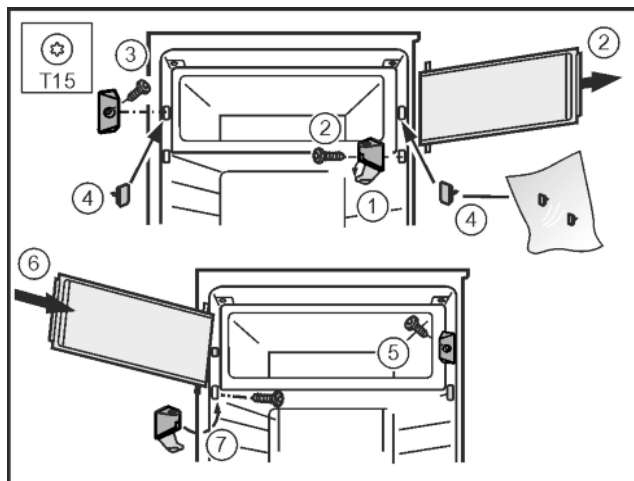

Fig. 14
- ▶ Rabatați în lateral capacul de la suportul de lagăr. Fig. 14 (1)
- ▶ Demontarea ușii compartimentului de congelare: Deșurubați suportul de lagăr cu șurubelnița T15. Fig. 14 (2)
- ▶ Deșurubați piesa de obturare cu șurubelnița T15. Fig. 14 (3)
- ▶ Obturați găurile eliberate cu dopurile atașate. Fig. 14 (4)
- ▶ Montați piesa de obturare cu șurubelnița T15. Fig. 14 (5)
- ▶ Introduceți ușa compartimentului de congelare în partea superioară. Fig. 14 (6)
- ▶ Montați suportul de lagăr și închideți capacul. Fig. 14 (7)